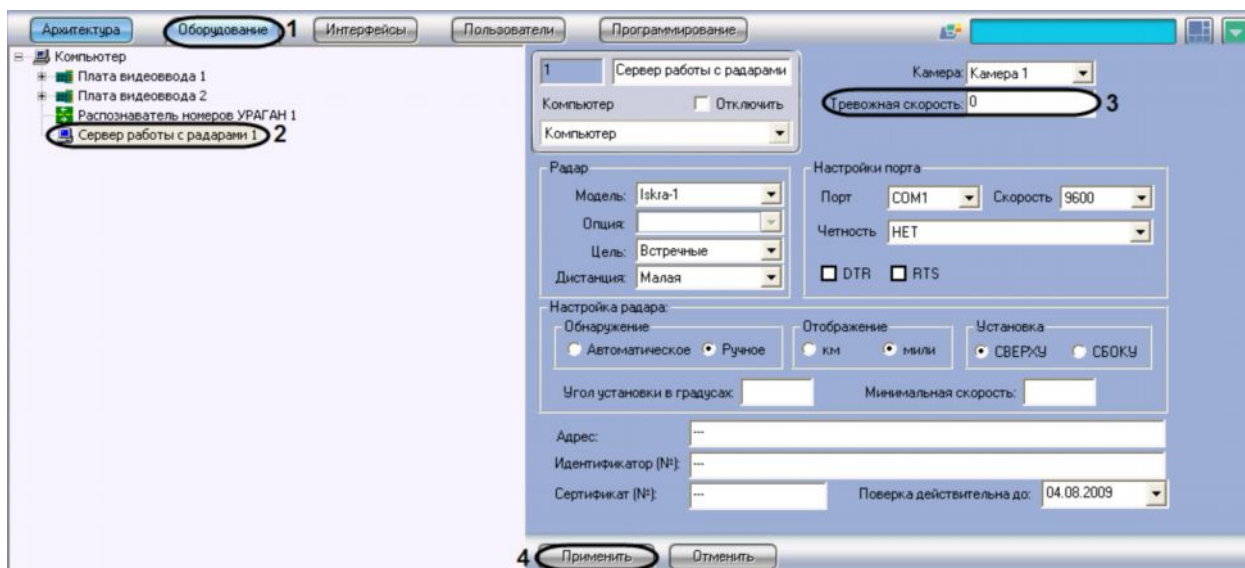

Рис. 7.4.4-1 Указание допустимой скорости движения транспортных средств
1. В диалоговом окне «Настройка системы» перейти на вкладку «Оборудование» (см. Рис. 7.4.4-1, 1).
2. В дереве объектов на вкладке «Оборудование» выбрать объект «Сервер работы с радарными», соответствующий настраиваемому программному модулю «Радар» (см. Рис. 7.4.4-1, 2). В правой части вкладки «Оборудование» отобразится панель настройки выбранного объекта.
3. В поле «Тревожная скорость» указать максимально допустимую скорость движения транспортных средств (см. Рис. 7.4.4-1, 3).
4. Нажать кнопку «Применить» (см. Рис. 7.4.4-1, 4).